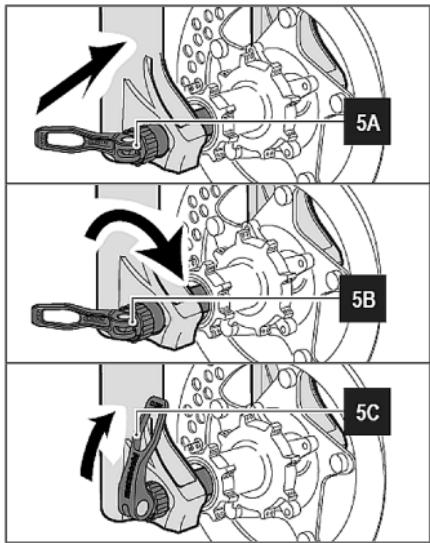

Рис. 5
- Установите колесо таким образом, чтобы ось совпадала с крепежами вилки (См. 5A Рис. 5).
- Начните установку оси с правого зажима колеса. (См. 5A рис. 5).
- При открытом рычаге эксцентрика тую затягивайте ось по часовой стрелке (см. 5B рис. 5).
- Аккуратно закройте рычаг эксцентрика в конце оси, направив его в любую сторону. Таким образом, колесо правильно зафиксировано в вилке. (См. 5C рис. 5).
Убедитесь, что рычаг находится в нужном положении, что обеспечивает правильное крепление оси, и что она не станет причиной проблем во время использования. (см. 5C рис. 5).